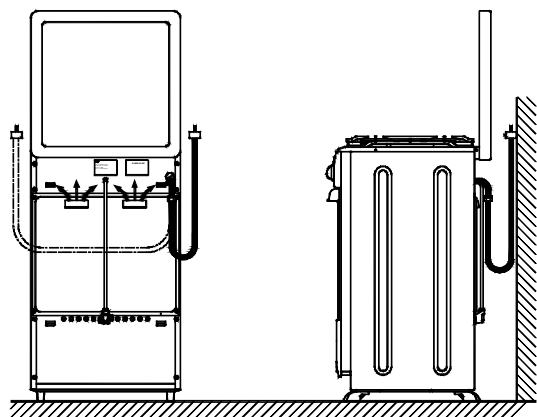

Рисунок 9 – Примеры подключения шланга
- шланг и шнур питания для моделей с электророзжигом не должен проходить в зоне горячего воздуха дымохода и касаться задней стенки плиты (см. рисунок 9).